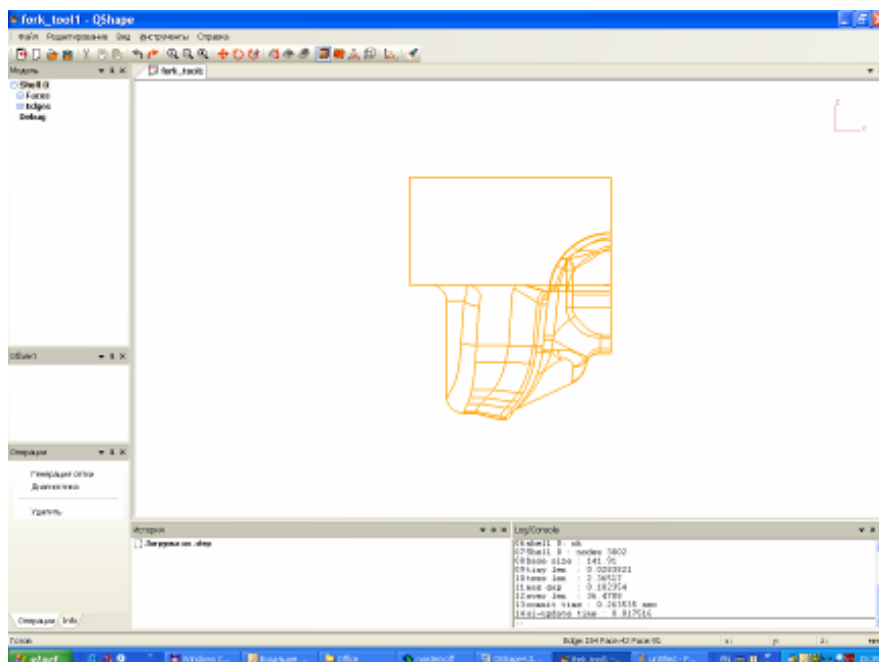

Рисунок 4 -Проволочная модель в графическом окне
3) В окне Модель нажмите на список Shell 0, после этого в графическом окне проволочная модель (рис. 4) поменяет серый цвет на желтый, а в окне Операции появятся следующие пункты меню: